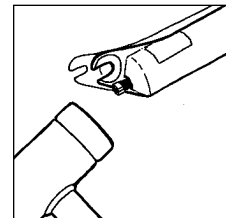

Fig. 5
3. Afloje parcialmente los pernos del eje con una llave hexagonal de 6 u 8 mm, golpee los pernos con firmeza con un martillo para que los ejes se separen del tubo inferior (consulte la Fig. 5) y retire los pernos completamente. Al retirar los pernos del eje se deramará aceite de la parte baja de los tubos inferiores que provendrá del baño de aceite. Utilice un trapo para absorber el aceite.